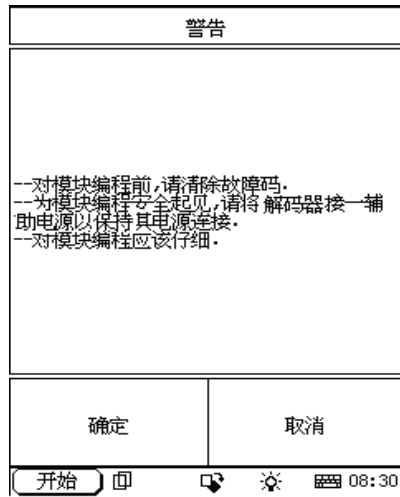

图 7.
--对模块编程应该仔细并确认新的 ECU 是否更换。”（见图 7）点确定：